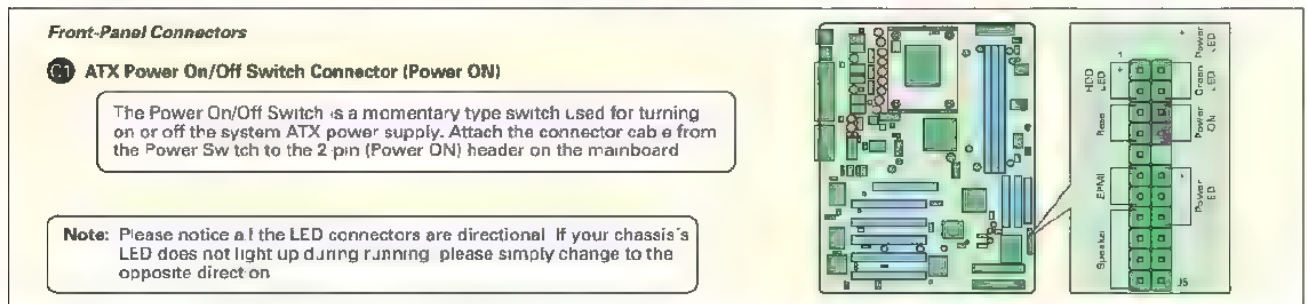

Bild 1: Auszug Motherboardbeschreibung
5. Zur Herstellung der Leitungsverbindungen zum Motherboard befindet sich im Manual (Handbuch) des Motherboards unter anderem die nachstehende Beschreibung (Bild 1). Erläutern Sie die Hinweise der englischen Beschreibung der Reihe nach.